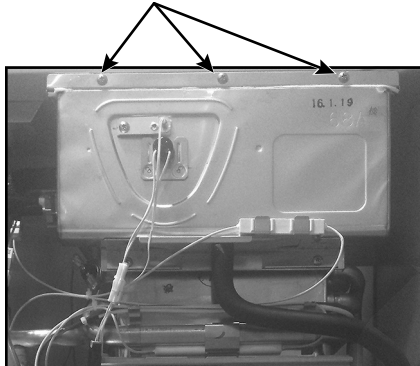

Figure 63
- 12.8 Retirez les trois vis situées en haut de l'échangeur de chaleur secondaire, qui le retiennent au boîtier du chauffe-eau. Voir Figure 63. Conservez les vis.
**MODÈLES INTÉRIEURS:** assurez-vous que le joint d'étanchéité (item 154, page 74) se trouve à l'intérieur du boîtier.
5. Insérez et serrez à la main les trois vis illustrées à la Figure 63, page 64. Cela permettra de fixer l'assemblage de l'échangeur de chaleur au boîtier.